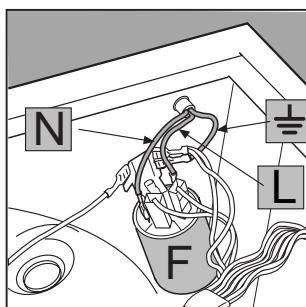

Рис. 4
3. Отсоедините провода от подавителя радиопомех F (рис. 4). Обратите внимание на цвет и расположение проводов: **синий** = провод N, **коричневый** = про-